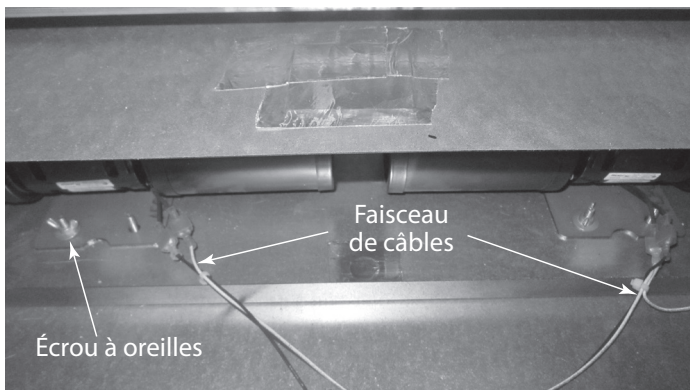

Figure 4.13 Débranchez le faisceau de câbles
4. Débranchez le faisceau de câbles des ventilateurs et retirez l'écrou papillon maintenant le ventilateur en place. Voir la figure 4.13.